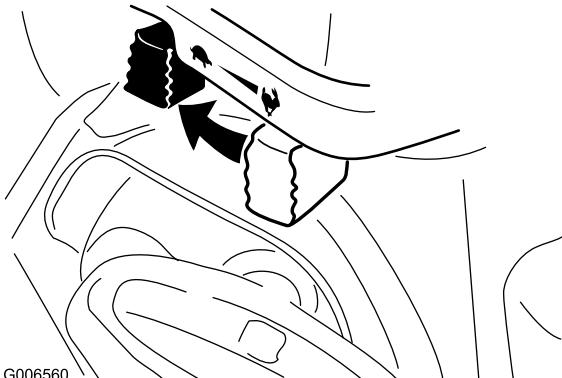

Figure 24
1. Déplacez la commande d'accélérateur en position Bas régime, puis en position Arrêt (Figure 24).